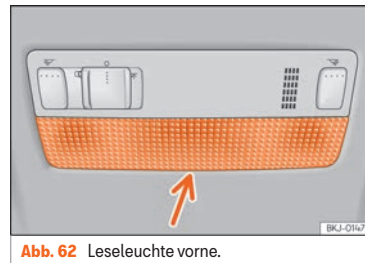

Abb. 62 Leseleuchte vorne.
- Das flache Ende eines dünnen Schraubendrehers zwischen Gehäuse und Glas einführen »» **Abb. 62**.